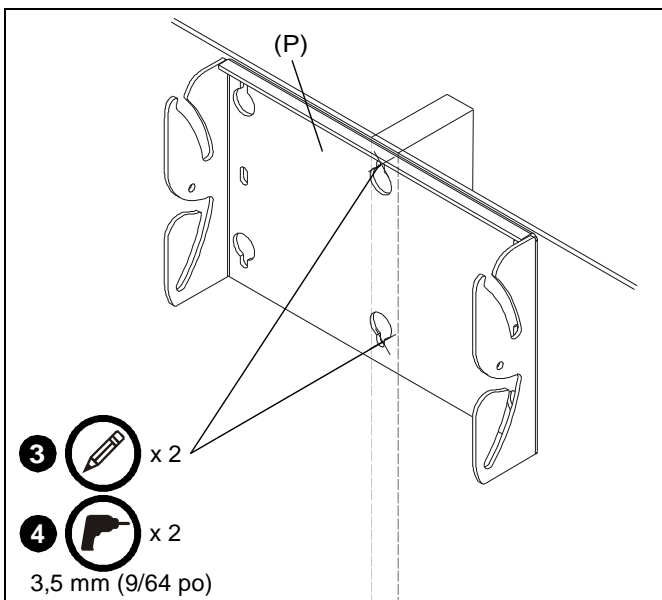

Figure 1
3. Servez-vous du support mural (P) comme gabarit pour marquer les emplacements des trous au centre du montant de bois à la hauteur de montage désirée. Utilisez un niveau pour vous assurer que le support est parfaitement horizontal. (Voir figure 1)
4. Percez deux trous de 3,5 mm (9/64 po) aux endroits marqués. (Voir figure 1)